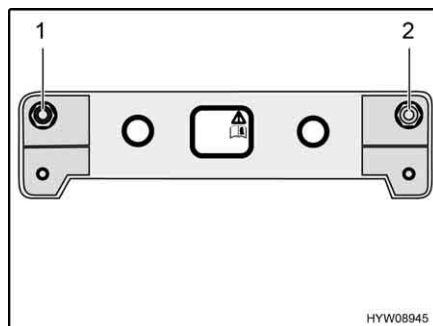

Fig. 15 Valvole di riempimento di emergenza
Nel vano motore sono installate due valvole di riempimento di emergenza (Fig. 15,1 e 2) su una lamiera di sostegno. Queste valvole sono collocate in modo che in base alla loro posizione (nel senso di marcia) possano essere associate ai lati delle molle pneumatiche. Inoltre sono contrassegnate.
- Riempire uniformemente con aria compressa le valvole di riempimento di emergenza (Fig. 15,1 e 2) presenti su entrambi i lati, fino al raggiungimento del livello di marcia normale del veicolo.